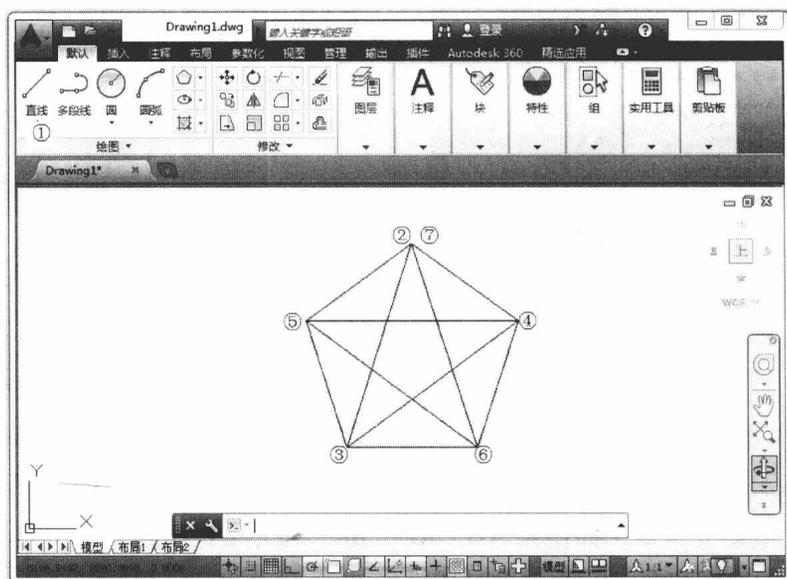

图 1.7 五角星的绘制
绘制五角星的操作如图 1.7 所示，具体操作如下：
- ① 单击图 1.7 中“绘图”面板上的“直线”按钮；
- ② 将光标移至图 1.7 中②点，出现捕捉提示后单击鼠标左键；
- ③ 将光标移至图 1.7 中③点，自动出现“端点”提示后，单击鼠标左键；
- ④ 将光标移至图 1.7 中④点，自动出现“端点”提示后，单击鼠标左键；
- ⑤ 将光标移至图 1.7 中⑤点，自动出现“端点”提示后，单击鼠标左键；
- ⑥ 将光标移至图 1.7 中⑥点，自动出现“端点”提示后，单击鼠标左键；
- ⑦ 将光标移至图 1.7 中②点，自动出现“端点”提示后，单击鼠标左键；
- ⑧ 按“回车”键，即完成五角星的绘制。
⑩ 步骤四：修剪 FJ、FG、GH、HI、IJ 之间的线段